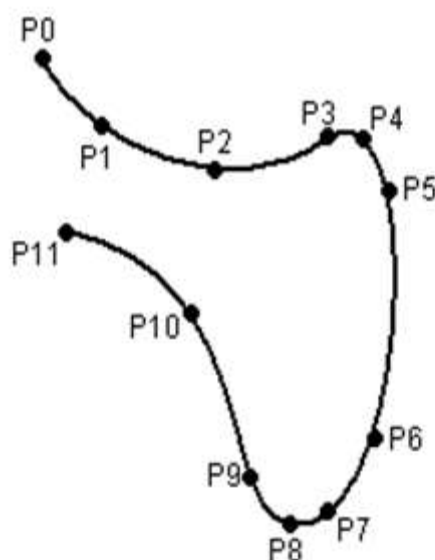

Рис. 4.4 Криволинейная траектория «сплайн»
4. Тип движения «сплайн» является декартовым типом движения, который подходит для особо сложных криволинейных траекторий (рис. 4.4). Такие траектории могут быть получены с использованием приближенных LIN и CIRC движений, но «сплайн», тем не менее, имеет свои преимущества.